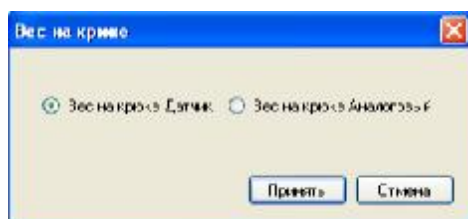

Рисунок 13. Окно «Вес на крюке»
**Кнопка «Вес на крюке».** Эта кнопка выводит на экран компьютера окно «Вес на крюке» (смотри рисунок 13). В системе согласно ТТ вес на крюке может быть передан в программу с аналогового выхода гидравлического датчика или с датчика веса. В этом окне можно сделать выбор источника сигнала. Для принятия выбора необходимо нажать кнопку «Принять».